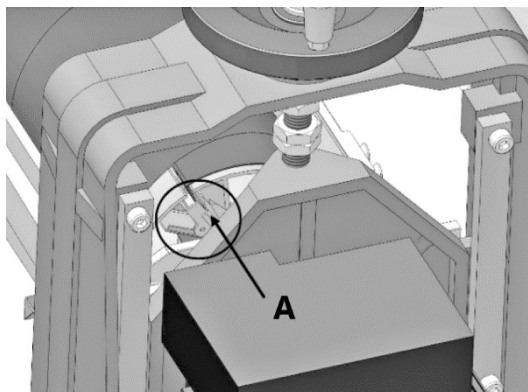

Рисунок 28.
- С правой стороны барабана нажмите на фиксатор А (рис. 28) так, чтобы кулачок выровнялся с пазом на поверхности барабана.